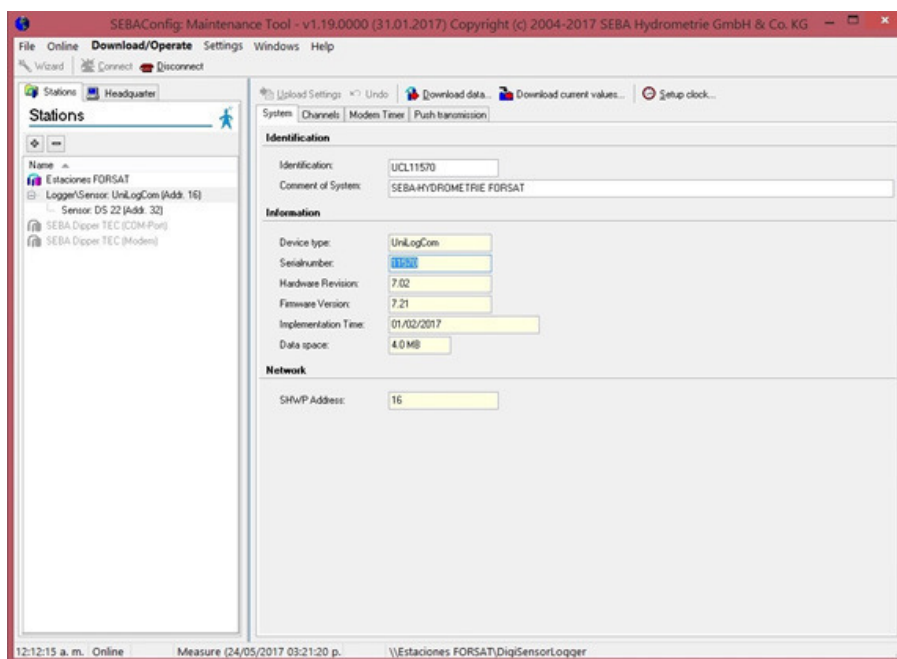

FIGURA 15. INFORMACIÓN DEL SISTEMA.
7. Para mostrar la información del sistema seleccione la ficha “Sistema” del panel de la derecha. Se mostrará la información general del sistema de su dispositivo, como por ejemplo el número de serie, la versión de firmware, etc. (Figura 15)